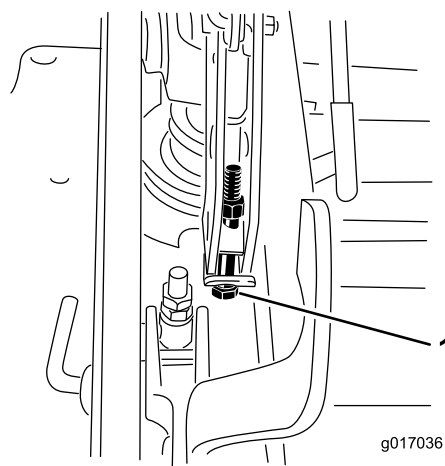

**Bild 77**
12. Zum Einstellen der zentralen Einstellung lösen Sie die zwei Schrauben unten an der Schnitthöhenplatte. Siehe Bild 77.
14. Ziehen Sie die Schrauben unten an der Schnitthöhenplatte an (Bild 77). Ziehen Sie sie auf 37-45 Nm an.